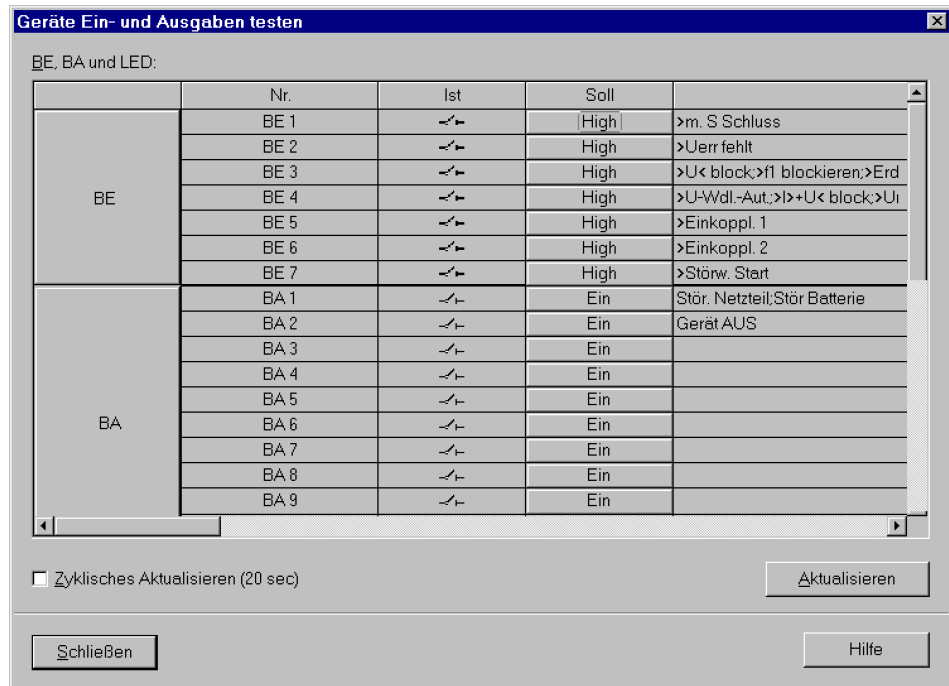

Bild 3-19 Testen der Ein- und Ausgaben — Beispiel
- Doppelklicken in der Listenansicht auf **Geräte Ein- und Ausgaben**. Die gleichnamige Dialogbox wird geöffnet (siehe Bild 3-19).